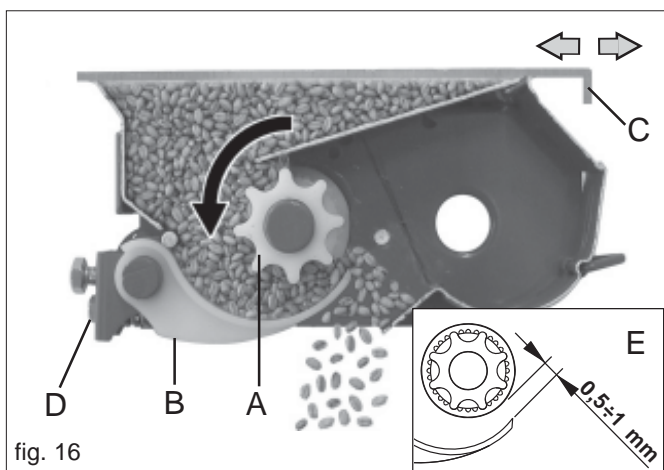

fig. 16
I tastatori (B Fig. 16) correttamente posizionati assicurano una distribuzione fluida e costante dei semi.
- 3) mediante la vite (D), regolare la distanza tra il tastatore e il rullo distributore a $0,5 \div 1$ mm (E Fig. 16).
Le lamine di chiusura bocchette (C Fig.16) di uscita del seme dalla tramoggia, hanno **due posizioni di regolazione**: